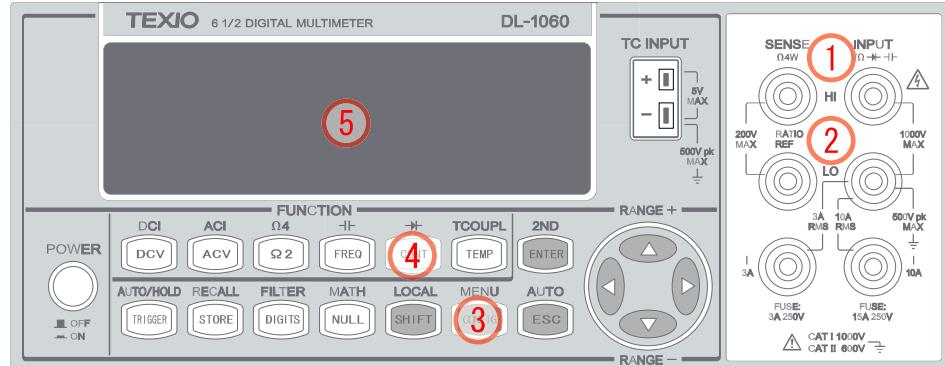

図 2-8
- ① 図 2-8 に示すようにテストリードを端子に接続します。
- ② テストリードを測定対象に接続します。
- ③ CONT ボタンを押します。
- ④ CONFIG、ENTER ボタンを順に押して抵抗のしきい値を設定します。初期設定を使用する場合は、次のステップに進んでください。設定ができたら ENTER ボタンを押します。
- ⑤ 測定値がディスプレイに表示されます。テスト抵抗がしきい値以下の場合には、マルチメータのビープ音が鳴ります。